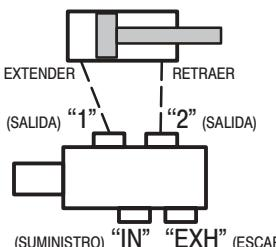

Figura 2
2. Las aberturas de salida No. 1 y 2 deben estar conectadas a un dispositivo (cilindro de acción doble, medidor, etc.). La abertura "EXH" es de escape cuando la No. 1 está presurizada. La abertura "EXH" es de escape cuando la No. 2 está presurizada (figura 2). El carrete se desplazará cuando el solenoide reciba energía.